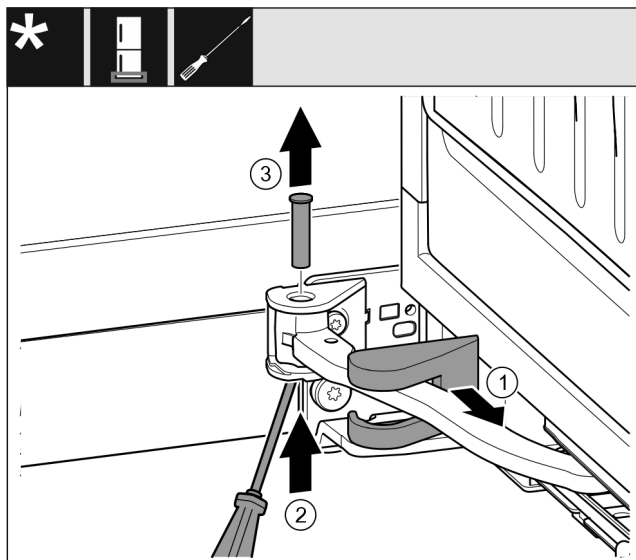

Fig. 15
- Hiqni kapakun mbulues të bazamentit mbështetës Fig. 15 (1) dhe zhvendoseni përgjatë krahut të menteshës.
- Ngrini lart bulonin Fig. 15 (2) me një kaçavidë nga poshtë.
- Nxirrni jashtë bulonin Fig. 15 (3) nga lart.